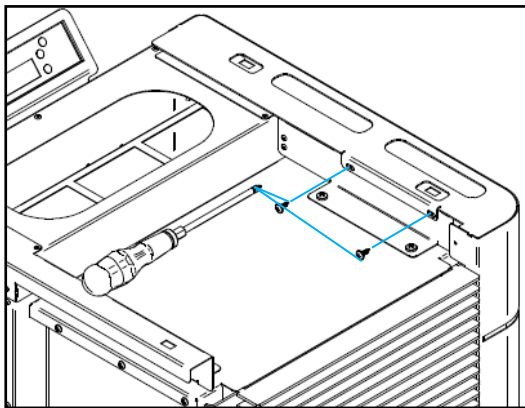

Figura 24 - Fixação das envolventes laterais na parte superior
d) Repetir o processo realizado no ponto b e c deste manual para a outra envolvente e apertar as laterais utilizando quatro parafusos do kit, dois em cada lado, como demonstra a Figura 24.